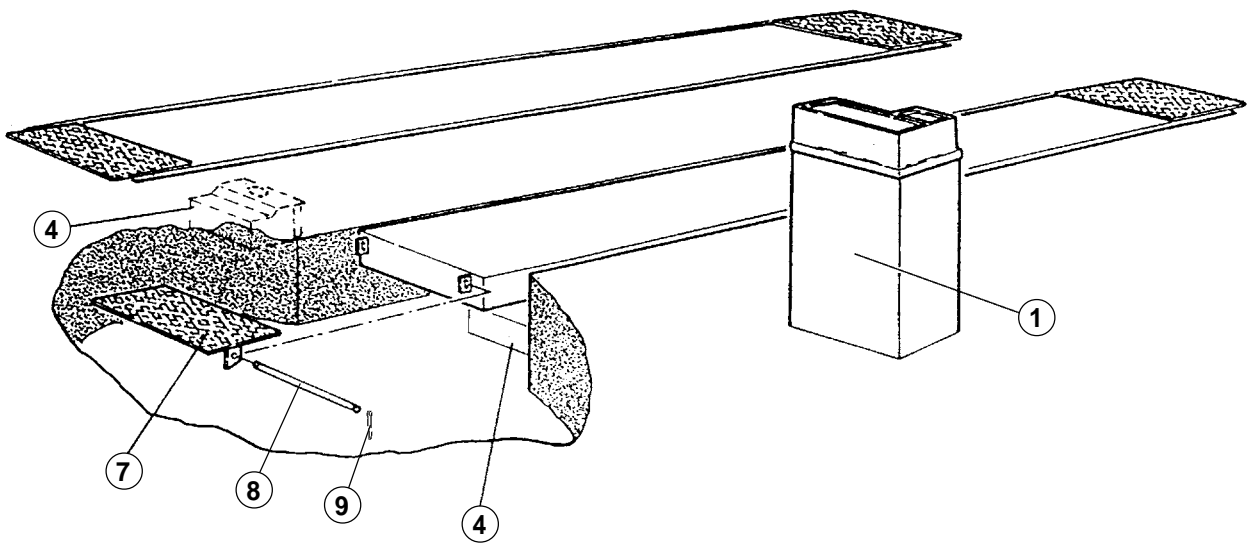

Fig.28
- Montare le semirampe basculari (7) con i perni (8) e le copiglie (9).
- Montare gli arresti veicolo (10) con i perni (8) e le copiglie (9).
**Per la versione ad incasso (fig. 28) montare n° 4 semirampe basculanti (7) con i relativi perni (8) e copiglie (9).**
- Fit the swing half-ramps (7) with the pins (8) and the split pin (9).
- Fit the vehicle blocks (10) with the pins (8) and the split pin (9).
**For the recessed model (fig. 28), no. 4 swing half-ramps (7) should be fitted with the pins (8) and the split pin (9).**
- Die kippbaren Halbrampen (7) mit den Bolzen (8) und dem Vorsteckstift (9) montieren.
- Die Fahrzeugabrollsicherungen (10) mit den Bolzen (8) und dem Vorsteckstift (9) montieren.
**Bei der Unterflurversion (Abb. 28) müssen 4 kippbare Halbrampen (7) montiert werden mit den Bolzen (8) und dem Vorsteckstift (9)**
**Pour la version encastrée (fig. 28), il faut monter 4 demi-rampes à bascule (7) avec les pivots (8) et les goupilles (9).**
**Para la versión encastrada (fig. 28) hay que montar 4 semiramplas basculantes (7) con los pernos (8) y los clavijas (9).**